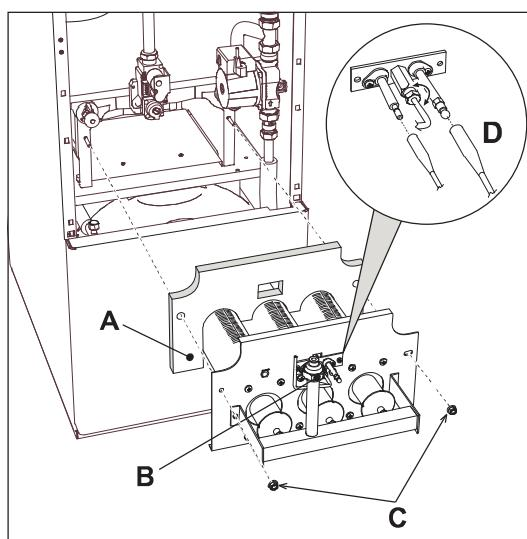

fig. 20 - Démontage des brûleurs
- Dévisser les deux écrous "**C**" qui fixent la porte de la chambre de combustion aux éléments en fonte de la chaudière (fig. 20).